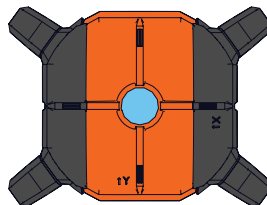

Figure 38
1. Noter les directions X et Y comme indiqué sur le dessus du laser. (Figure 38)